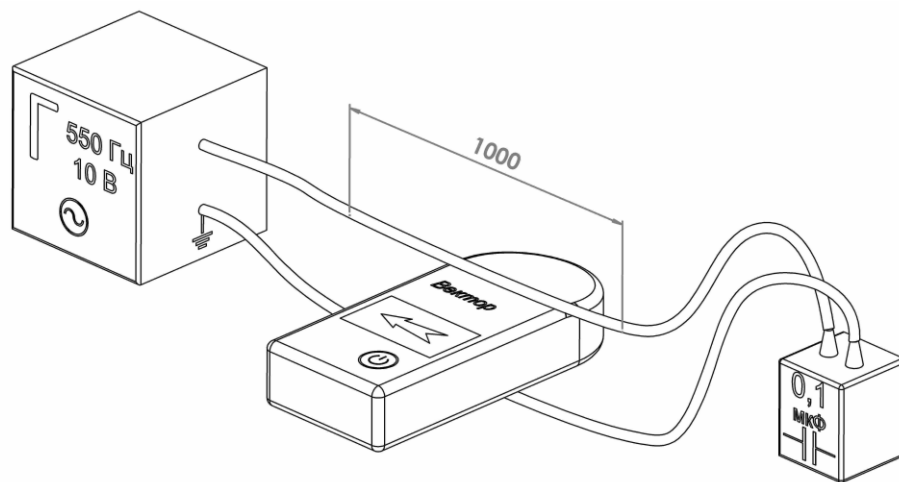

Рис. 2
4.3. Проверить работоспособность указателя перед применением на ВЛ можно в экранированном помещении, для чего следует к генератору сигналов с помощью двух отдельных изолированных проводов длиной не менее 1 м присоединить неполярный конденсатор емкостью 0,1 мкФ номинальным напряжением не менее 160 В. Схема установки показана на рис. 2.